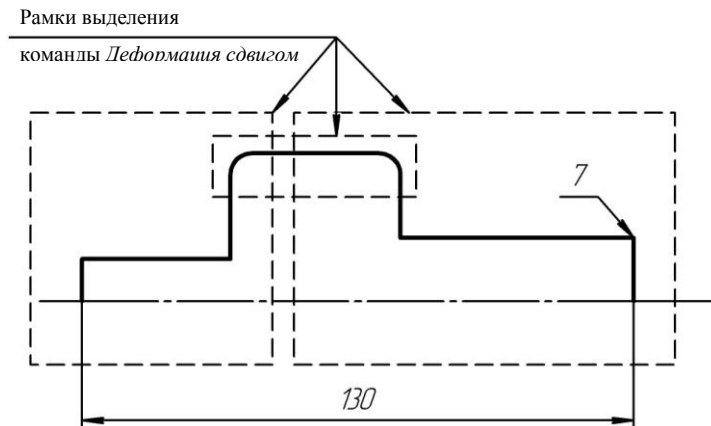

Рис. 2. Использование команды *Деформация сдвигом*
2. Нанесите размер общей длины изделия 130 мм (рис. 2). Для этого на *Компактной панели* активизируйте кнопку *Размеры*. После развертывания меню выберите команду *Линейный размер*. Укажите поочередно точки, между которыми следует поставить размер. При необходимости укажите **Тип ориентации** линейного размера на *Панели свойств*. Проконтролируйте автоматически формируемую размерную надпись.
5. Выделите рамкой буртик детали (см. рис. 2, маленькая рамка выделения), не затрагивая горизонтальных линий вала. Захватите точку на середине дуги буртика и переместите ее вверх на 5 мм.